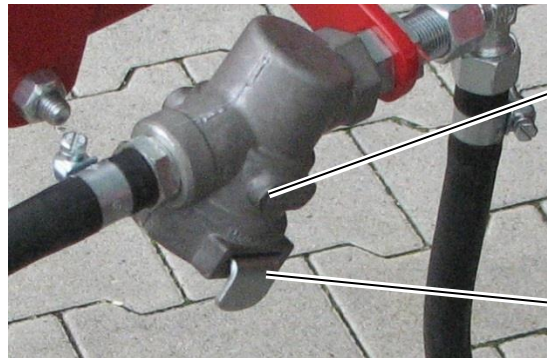

Abbildung 47: Leitungsfilter
- ⇒ Halten Sie eine Hand unter den Leitungsfilter (siehe Abbildung 47).
- ⇒ Ziehen Sie mit der anderen Hand den Riegel aus dem Leitungsfilter heraus (siehe Abbildung 47).